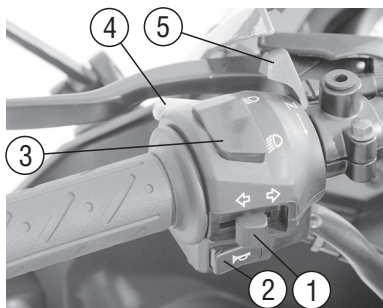

Рис. 5. Блок переключателей на руле левый.
**Переключатель указателей поворотов** (рис. 5, поз. 1). Переключатель указателей поворотов используется для включения и выключения указателей поворотов. Для включения указателей сдвиньте рычажок вправо или влево от среднего положения и отпустите его. При этом начнут мигать указатели поворотов и лампа-индикатор на панели приборов, а рычажок вернется в среднее положение. Для прекращения работы указателей поворотов нажмите на рычажок, не перемещая его из среднего положения.
**Переключатель света фары** (рис. 5, поз. 3) имеет 2 фиксированных положения:
**Кнопка звукового сигнала** (рис. 5, поз. 2). В случае необходимости подачи звукового сигнала нажмите на кнопку.
**Клавиша светового сигнала** (рис. 5, поз. 4). В случае необходимости подачи кратковременного светового сигнала дальним светом фары нажмите на клавишу.
**Рычажок топливного корректора (пускового обогатителя)** (рис. 5, поз. 5). Для запуска холодного двигателя поверните рычажок топливного корректора на себя. Запустите и прогрейте двигатель до тех пор, пока он не будет устойчиво работать на холостых оборотах и быстро, без «провалов» набирать обороты при повороте рукоятки управления дросселем. В процессе прогрева переведите рычажок топливного корректора в исходное положение.
Включите нейтральную передачу. Убедитесь, что боковой упор убран. Перед запуском холодного двигателя поверните рычажок топливного корректора (рис. 5, поз. 5) на себя, затем вставьте ключ в замок зажигания, поверните его по часовой стрелке в положе-